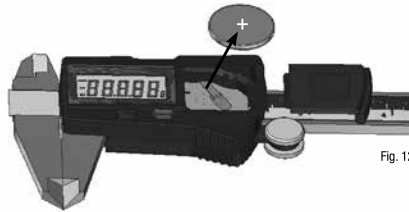

Fig. 12
- Tout d'abord, retirer le couvercle de la pile (9). En exerçant une légère pression du pouce, faire glisser délicatement le couvercle de la pile vers la droite. Placer le doigt dans l'espace en haut à gauche de la pile et la retirer de l'instrument (Fig. 12).